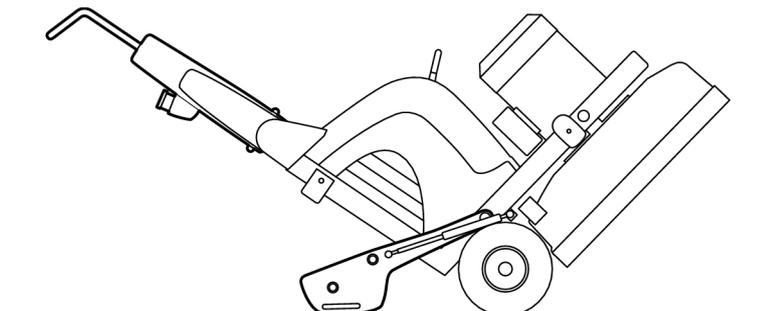

Figura 4-10. Pesi sul pavimento
3. Ribaltare la macchina all'indietro con cautela finché i pesi non toccano il pavimento, vedere Figura 4-10, pagina 21.